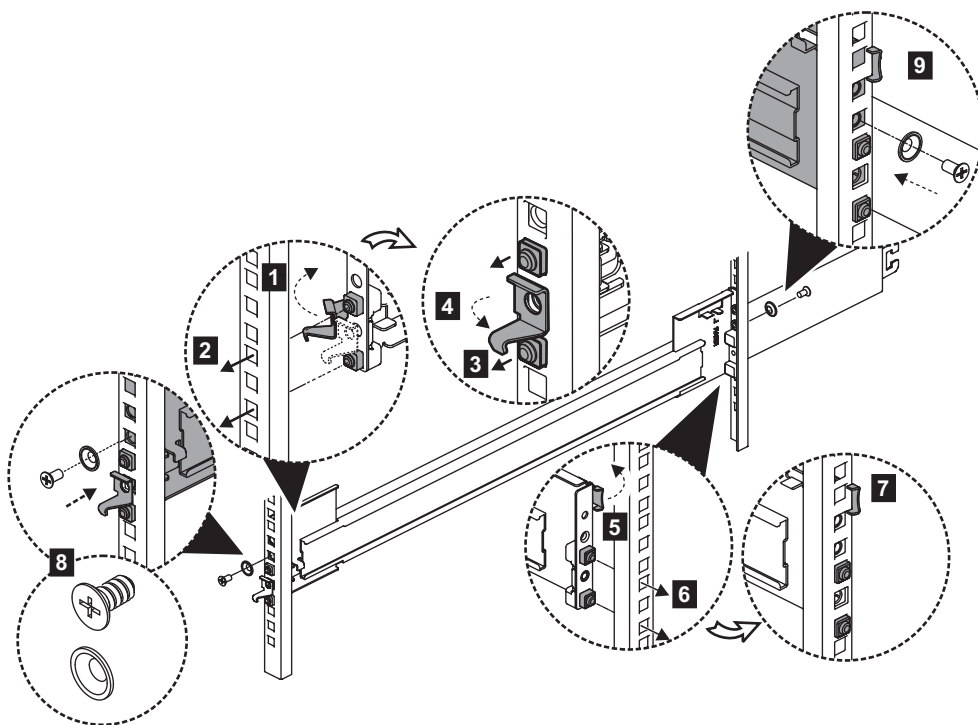

Figura 24. Instale o conjunto de suportes no quadro
7. Instale a seção externa do trilho no quadro traseiro, conforme mostrado em Figura 24.